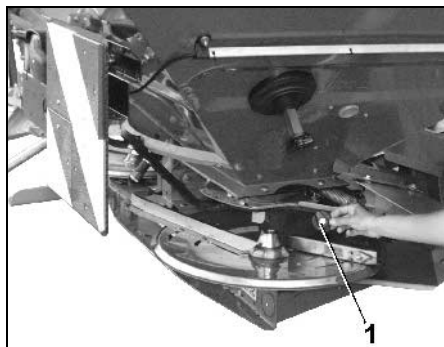

Fig. 51
- Demontera vingmuttern (Fig. 51/1).